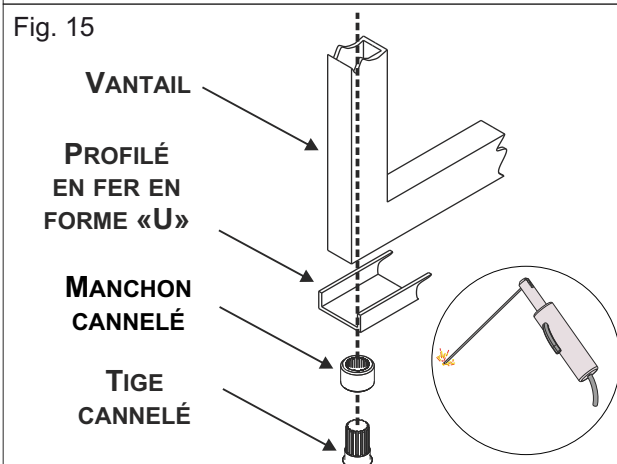

Fig. 15
4.3. Ramener le vantail d'environ 5° et souder le manchon cannelé au profilé en fer en forme de «U» (*non fourni*), et au vantail du portail (Fig. 15)